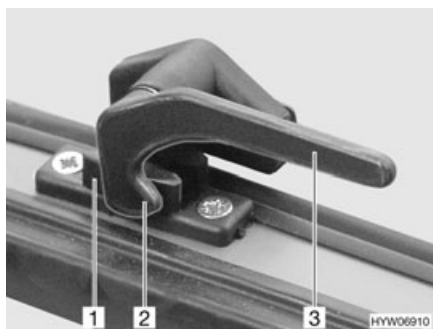

Fig. 28 Leva di serraggio (posizione "Chiusa")
- Ruotare la leva di serraggio (Fig. 28,3) di un quarto di giro verso il centro della finestra.
- Ruotare la leva di serraggio (Fig. 28,3) di un quarto di giro verso il telaio della finestra. Il nasello di chiusura (Fig. 28,2) si trova sul lato interno della chiusura della finestra (Fig. 28,1).
- In posizione "Completamente chiusa" (Fig. 28).